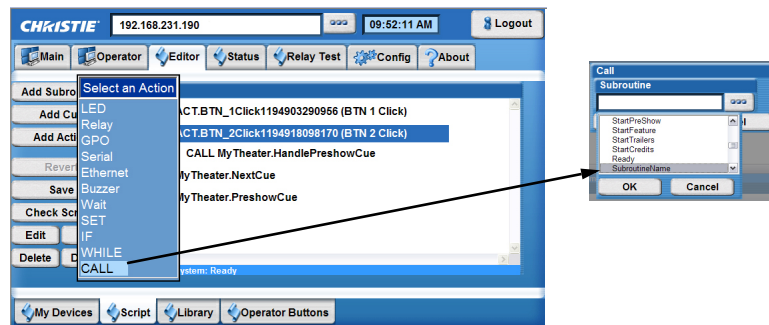
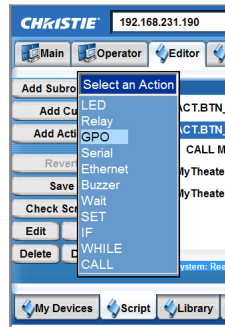

图 3-25 显示新子程序
图 3-26 添加调用操作
- 单击“子程序”(subroutine) 按钮以打开选项列表。将显示新子程序（图 3-25）。
- 从列表中选择特定操作以打开一个窗口来配置该操作（如图 3-26 中所示的 GPIO）或选择一个预定义的操作（如图 3-25 中所示的 SubroutineName）。